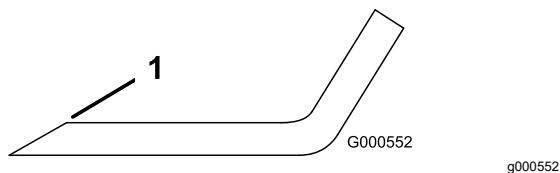

Figura 102
1. Utilice una lima para afilar el filo de corte en ambos extremos de la cuchilla (Figura 102).
Nota: Si la cuchilla no está equilibrada, rebaje algo el metal en la parte de la vela solamente con una lima (Figura 102).